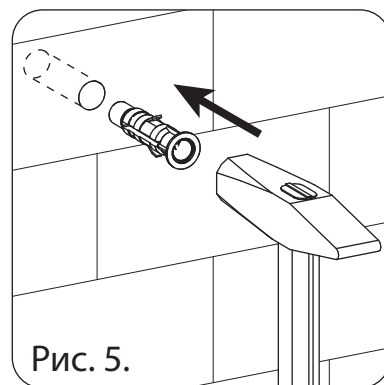
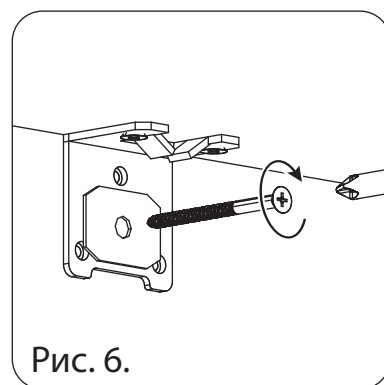

Рис. 5.
Рис. 6.
3. Сдвинув петлю, полностью освободите составный части (см. рис. 5).
2. Прикрутите штангодержатель при помощи саморезов 3.5x16 в необходимом месте (см. рис. 2), предварительно ослабить стопорный винт (см. рис. 6).
4. Прикрутите штангодержатель при помощи саморезов 3.5x16 в необходимом месте (см. рис. 5), и зафиксируйте стопорные винты с 2-х сторон (см. рис. 6).